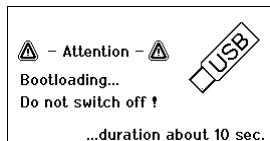

Fig. 36
A estação de soldar WX 2 detecta automaticamente que aparelho auxiliar está ligado. A estação de soldar WX 2 mostra à esquerda (interface frontal (11), ver Fig. 36) ou à direita (interface traseira) o símbolo ou o nome do aparelho auxiliar ligado (31/25).